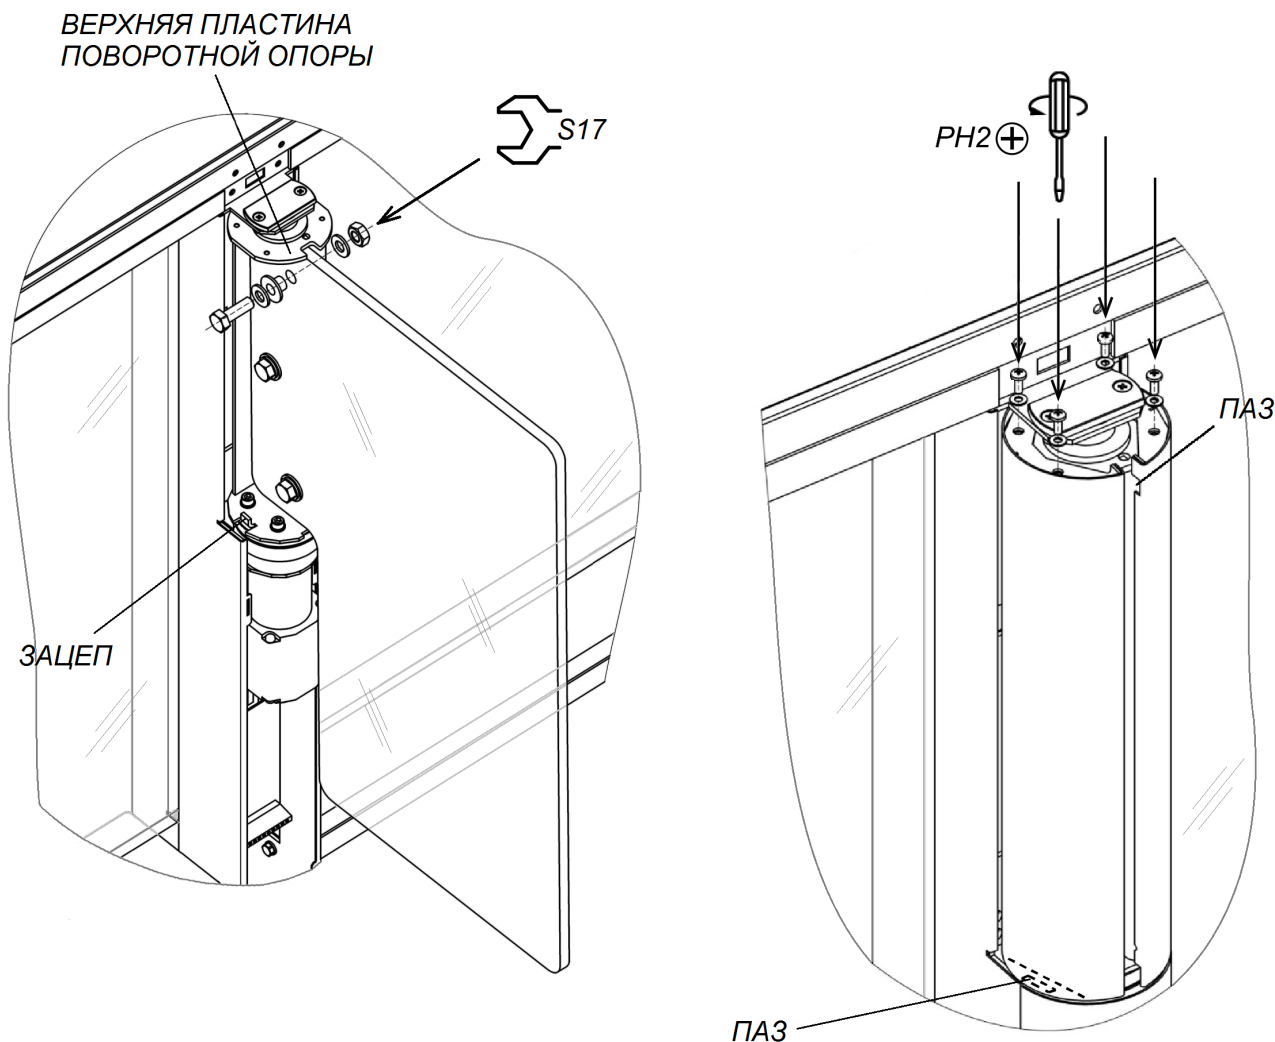
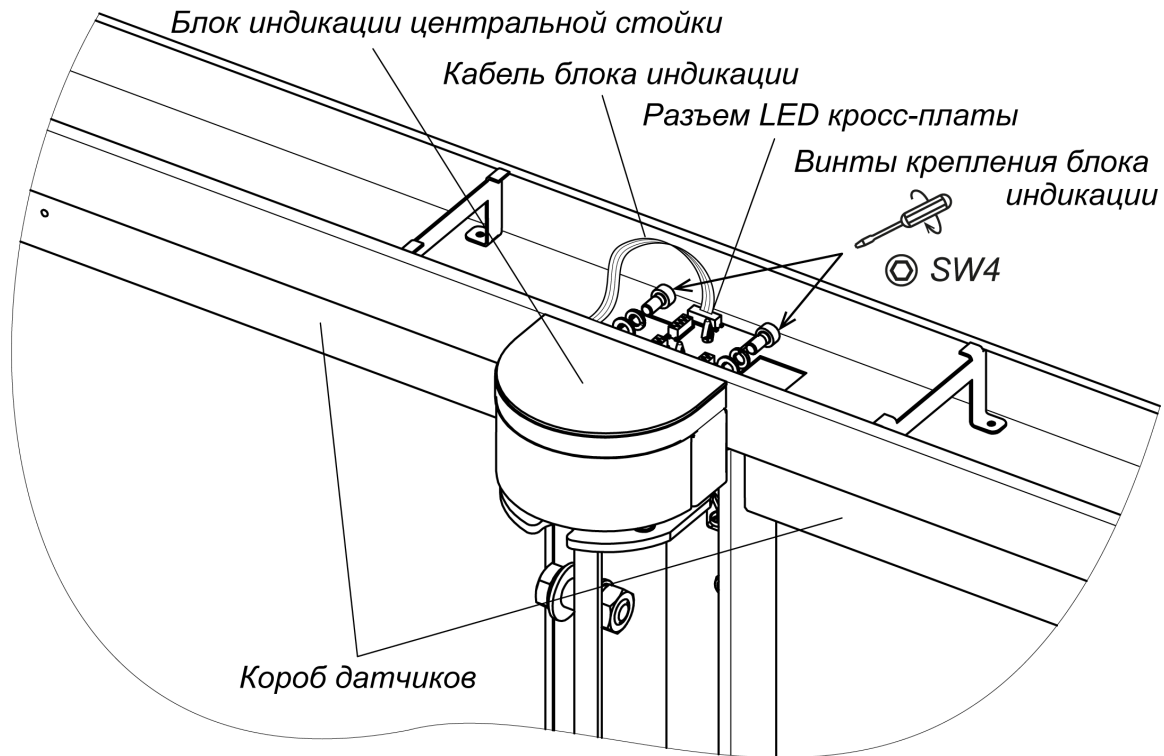
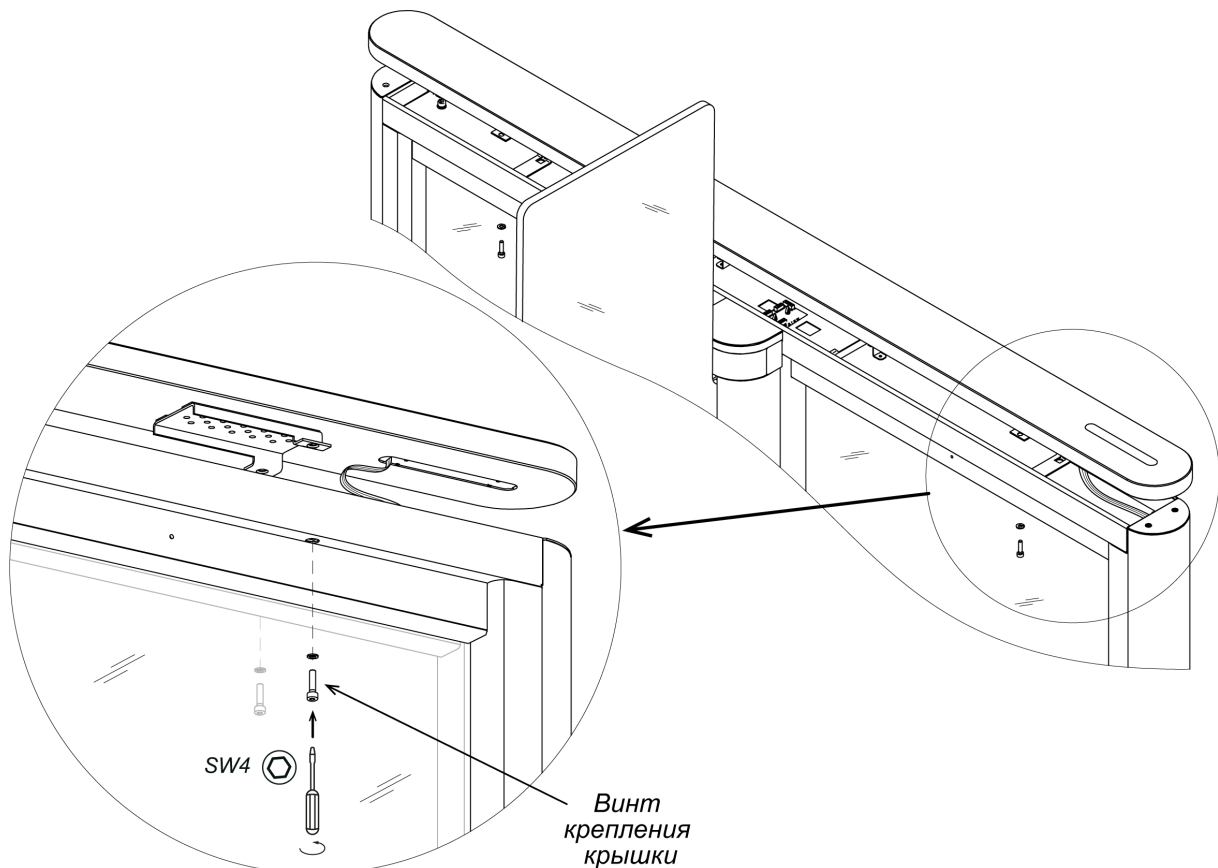

Рисунок 21. Створка и кожух створки
Рисунок 22. Монтаж блока индикации центральной стойки
Рисунок 23. Монтаж верхней крышки турникета
22. Распакуйте стеклянные створки (4) и произведите их монтаж (рис. 21, разд. 8.8.3).
23. Установите кожухи створок (3) из комплекта принадлежностей (рис. 21, разд. 8.8.4).
24. Установите на свои места передние панели боковых стоек (10) (разд. 8.8.2). После установки проверьте, чтобы верхний край панелей находился на одном уровне с корпусом секции.
25. Установите блоки индикации центральных стоек (5) (см. рис. 22, разд. 8.8.5) (взять в комплекте принадлежностей).
26. Установите верхние крышки секций (6) (см. рис. 23, разд. 8.8.6).
32. Установите кожухи центральных стоек (2) (разд. 8.8.1).
Снятие или установку створки (4) производите вдвоем. Створка к поворотной опоре крепится в трех местах при помощи болтов M10×30, шайб 10, втулок пластиковых и гаек M10 (см. рис. 21). Используйте рожковые ключи S17.
2. Смонтируйте одну из частей кожуха на поворотную опору створки. Для этого оденьте кожух на верхнюю пластину поворотной опоры через пазы в верхней части кожуха, после чего сдвиньте кожух вниз до конца, введя нижний паз кожуха в зацеп, расположенный в нижней части поворотной опоры (см. рис. 21).
Для установки блока индикации центральной стойки (5) (см. рис. 22):
3. Установите блок индикации на площадку, расположенную над поворотной опорой створки, и при помощи шестигранного ключа SW4 зафиксируйте его на верхнем коробе стойки (7), используя два винта M5×10 с плоскими и пружинными шайбами из комплекта поставки.
Снятие блока индикации центральной стойки производится в обратном порядке. Перед этим необходимо демонтировать с секции турникета верхнюю крышку секции (6) (см. разд. 8.8.6, рис. 23).
Порядок монтажа верхних крышек секций (рис. 23):